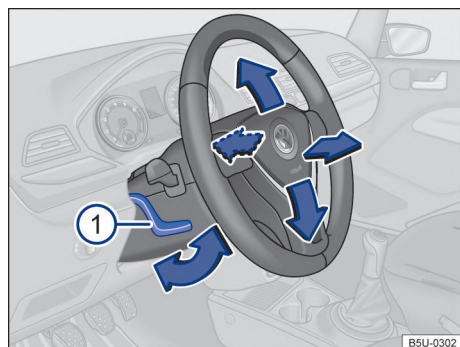

Fig. 55 Debajo y a la izquierda del volante junto con el revestimiento de la columna de dirección: palanca de ajuste de la posición del volante.
- Empujar la palanca → fig. 55 ① hacia abajo y colocar el volante en la posición deseada.